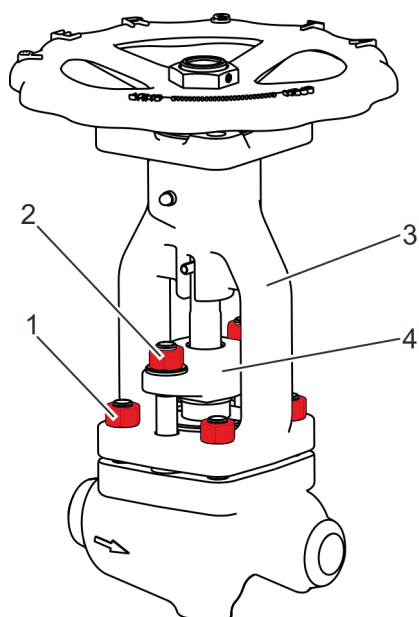

Fig. 32: Vissage des écrous
- 41.** Visser sans serrer à fond les écrous (Fig. 32/1) sur les goujons filetés du carter.
- 42.** Placer le fouloir de presse-étoupe (Fig. 32/4) sur les goujons filetés dans le carter.
- 44.** Visser à fond les écrous (Fig. 32/2) sur les goujons filetés du carter.